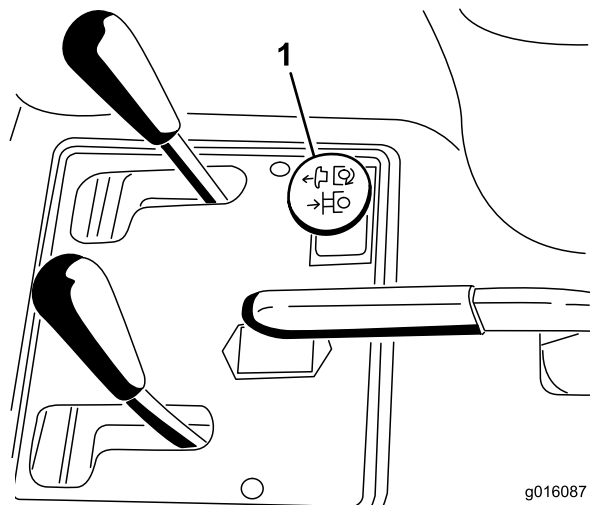

Figura 12
3. Engrane la cuchilla tirando hacia arriba del mando de la hidráulica remota (Figura 12).
- Desengrane la cuchilla presionando hacia abajo el mando de la hidráulica remota (Figura 12).